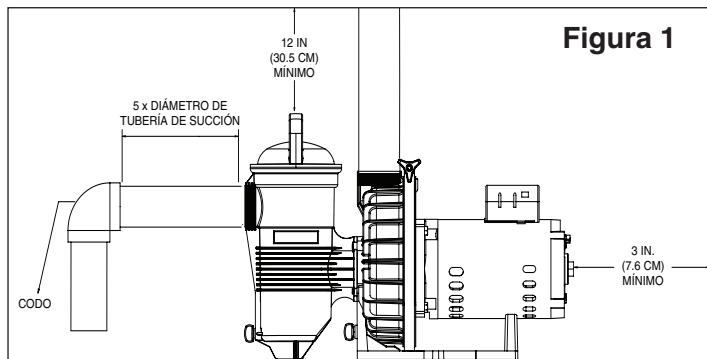

Figura 1
6. Instale la bomba con una holgura trasera de por lo menos 3 pulgadas (7.6 cm) para poder quitar el motor fácilmente a fin de realizar su mantenimiento o reparación. Se requiere una holgura vertical de 12 pulgadas (30.5 cm) para quitar la canasta del colador. Véase la **Figura 1**.
6. Para la mayoría de las instalaciones que Pentair recomienda instalar una válvula en la aspiración de la bomba y mangueras de retorno para que la bomba puede ser aislada durante el mantenimiento rutinario. Sin embargo, recomendamos que una válvula, codo o tee instalado en la línea de succión debe ser no más cerca de la parte delantera de la bomba de cinco 5 veces la línea de succión de diámetro. Ver **Figura 1** en la página anterior.